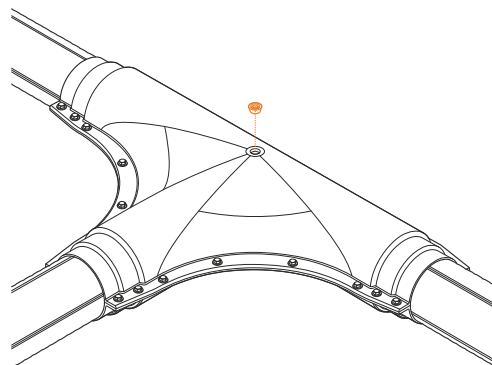

Рис. 4.6.8
- После завершения процесса пенообразования закрутить герметизирующую пробку (рис. 4.6.8).